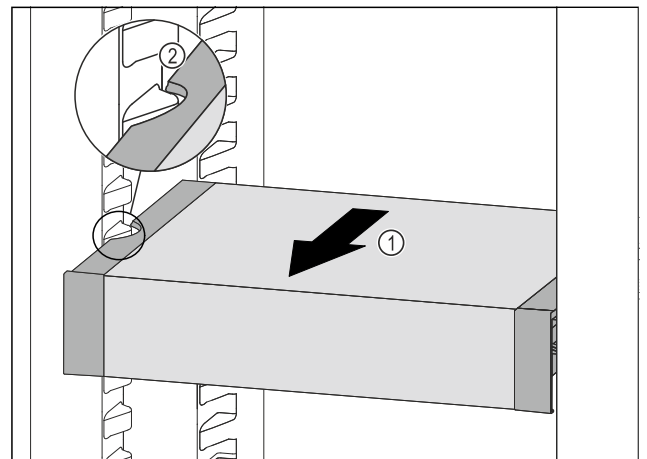

Fig. 105
- VarioSafe nach vorne ziehen *Fig. 105 (1)*, bis sich die seitlichen Aussparungen des VarioSafes auf Höhe der Behälterrippe im Kühlteil befinden. *Fig. 105 (2)*